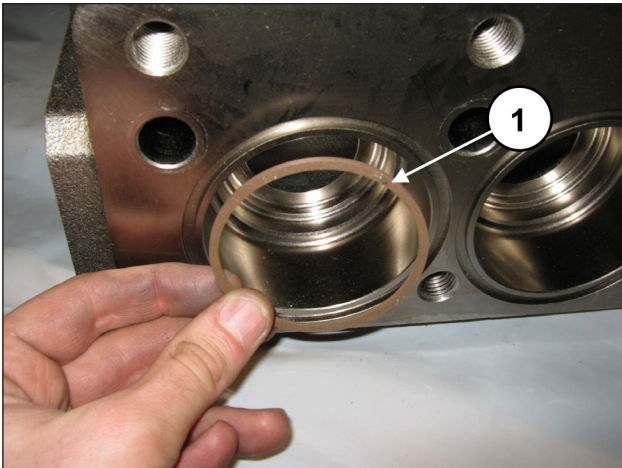

Abb. 147
Setzen Sie auf Saugseite den Stützring ein, Pos. 6 Explosionszeichnung (Pos. ①, Abb. 147).